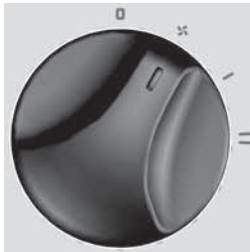

fig. 3
- Zur Aktivierung der Funktion BELÜFTUNG drehen Sie den Knopf "C" so, dass der Bezug "I" (Abb. 1) mit dem Symbol "VENTILATOR" auf der Bedienkonsole zentriert ist (Abb. 3).
- Para activar la función VENTILACIÓN, gire la manija de tal forma que la referencia "I" (fig. 1) quede alineada con el símbolo del ventilador, presente en el panel de mandos (fig. 3).